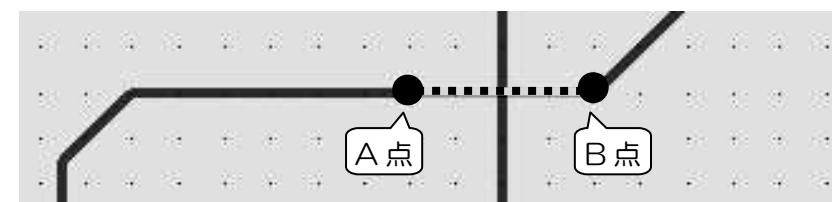

図 10-17
- ④ 他の配線や端子と接触、交差、異常接近する配線はリアルタイム DRC により拒否されます。
- ⑤ そのままでは配線の交差が避けられない場合は、配線途中で配線レイヤーを切り替えて立体交差させます。図 10-17